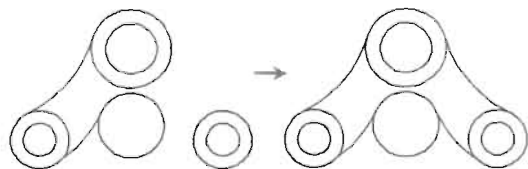

图 4-164
(3) 将切圆的多余弧段修剪掉,然后镜像复制保留的弧段,如图4-164所示。